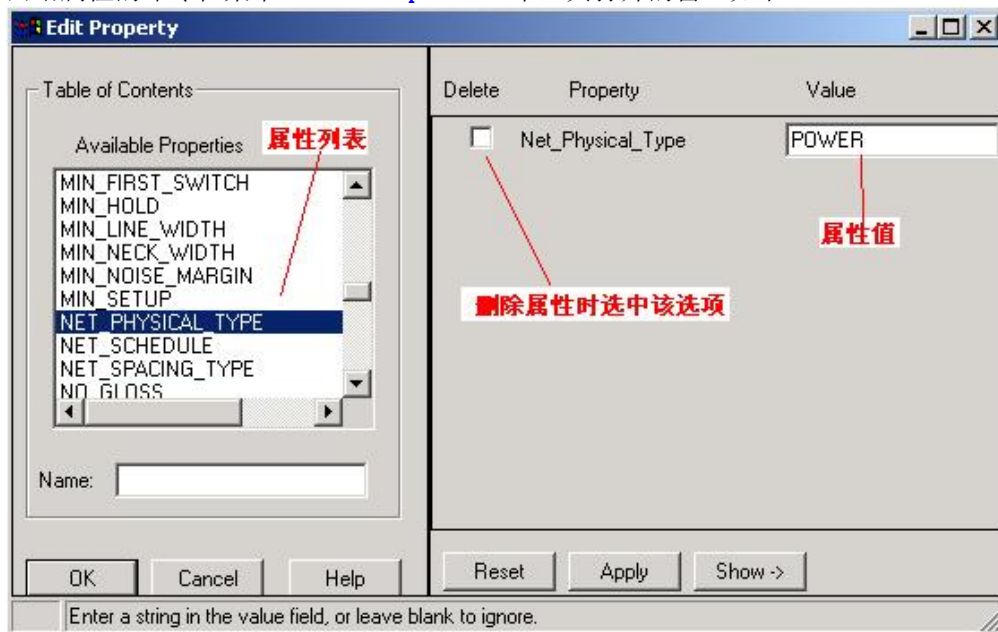

图 3.10 属性设置窗口
5. 在 **Available Properties** 列表中点击鼠标选择 **NET_SPACING_TYPE** 和 **NET_PHYSICAL_TYPE** 属性，如图 3.10 所示。